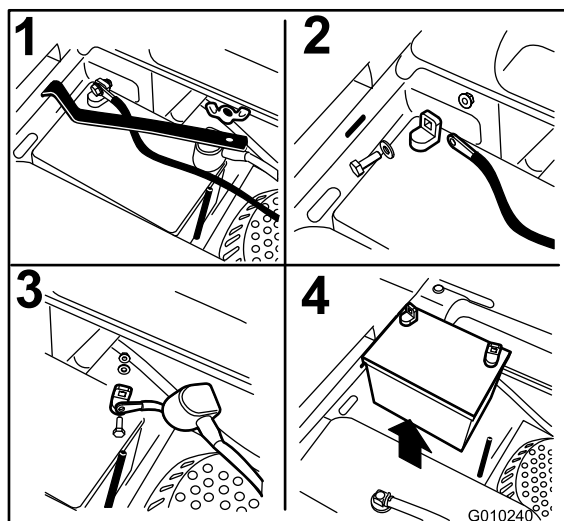

Figura 53
3. Togliete il dado ad alette che fissa la fascetta della batteria (Figura 53).
4. Togliete la fascetta (Figura 53).
5. Scollegate prima il cavo negativo della batteria (nero) dal morsetto negativo (-)(nero) della batteria (Figura 53).
6. Sfilate la guaina rossa dal morsetto positivo (rosso) della batteria e togliete il cavo positivo (+)(rosso) della batteria (Figura 53).
1. Posizionate la batteria nel vassoio, con i poli in posizione opposta al serbatoio del carburante (Figura 53).
4. Fissate i cavi con 2 bulloni, 2 rondelle e 2 dadi di bloccaggio (Figura 53).
6. Montate la fascetta e fissatela con il dado ad alette (Figura 53).